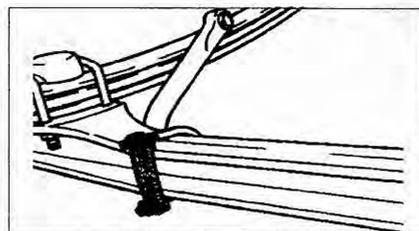

Рис. 5.14. Открутите гайки крепления стремянок и снимите фиксатор.
3. Открутите гайки крепления стремянок и снимите фиксатор (рис. 5.14).